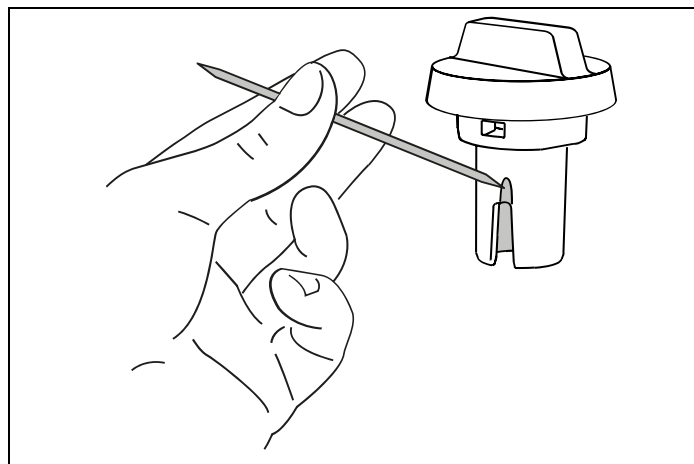

Fig. 53
- Tvätta noga skummarens alla komponenter med hett vatten och ett mildt diskmedel. Alla komponenter och behållaren är diskmaskinssäkra. Placera dem i diskmaskinens övre korg. Var särskilt noga med att kontrollera hålet och spåret under ratten (Fig. 53), så att inga mjölkrester är kvar. Skrapa bort eventuella rester från spåret med en tandpetare.